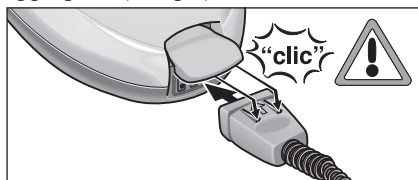

Fig. 1: Isætning af blokstik
- Sæt blokstikket (C6) fast i aggregatets stikkontakt (A1). De to næser på blokstikket skal gå i hak på låget til stikdåsen på aggregatet (se fig. 1).